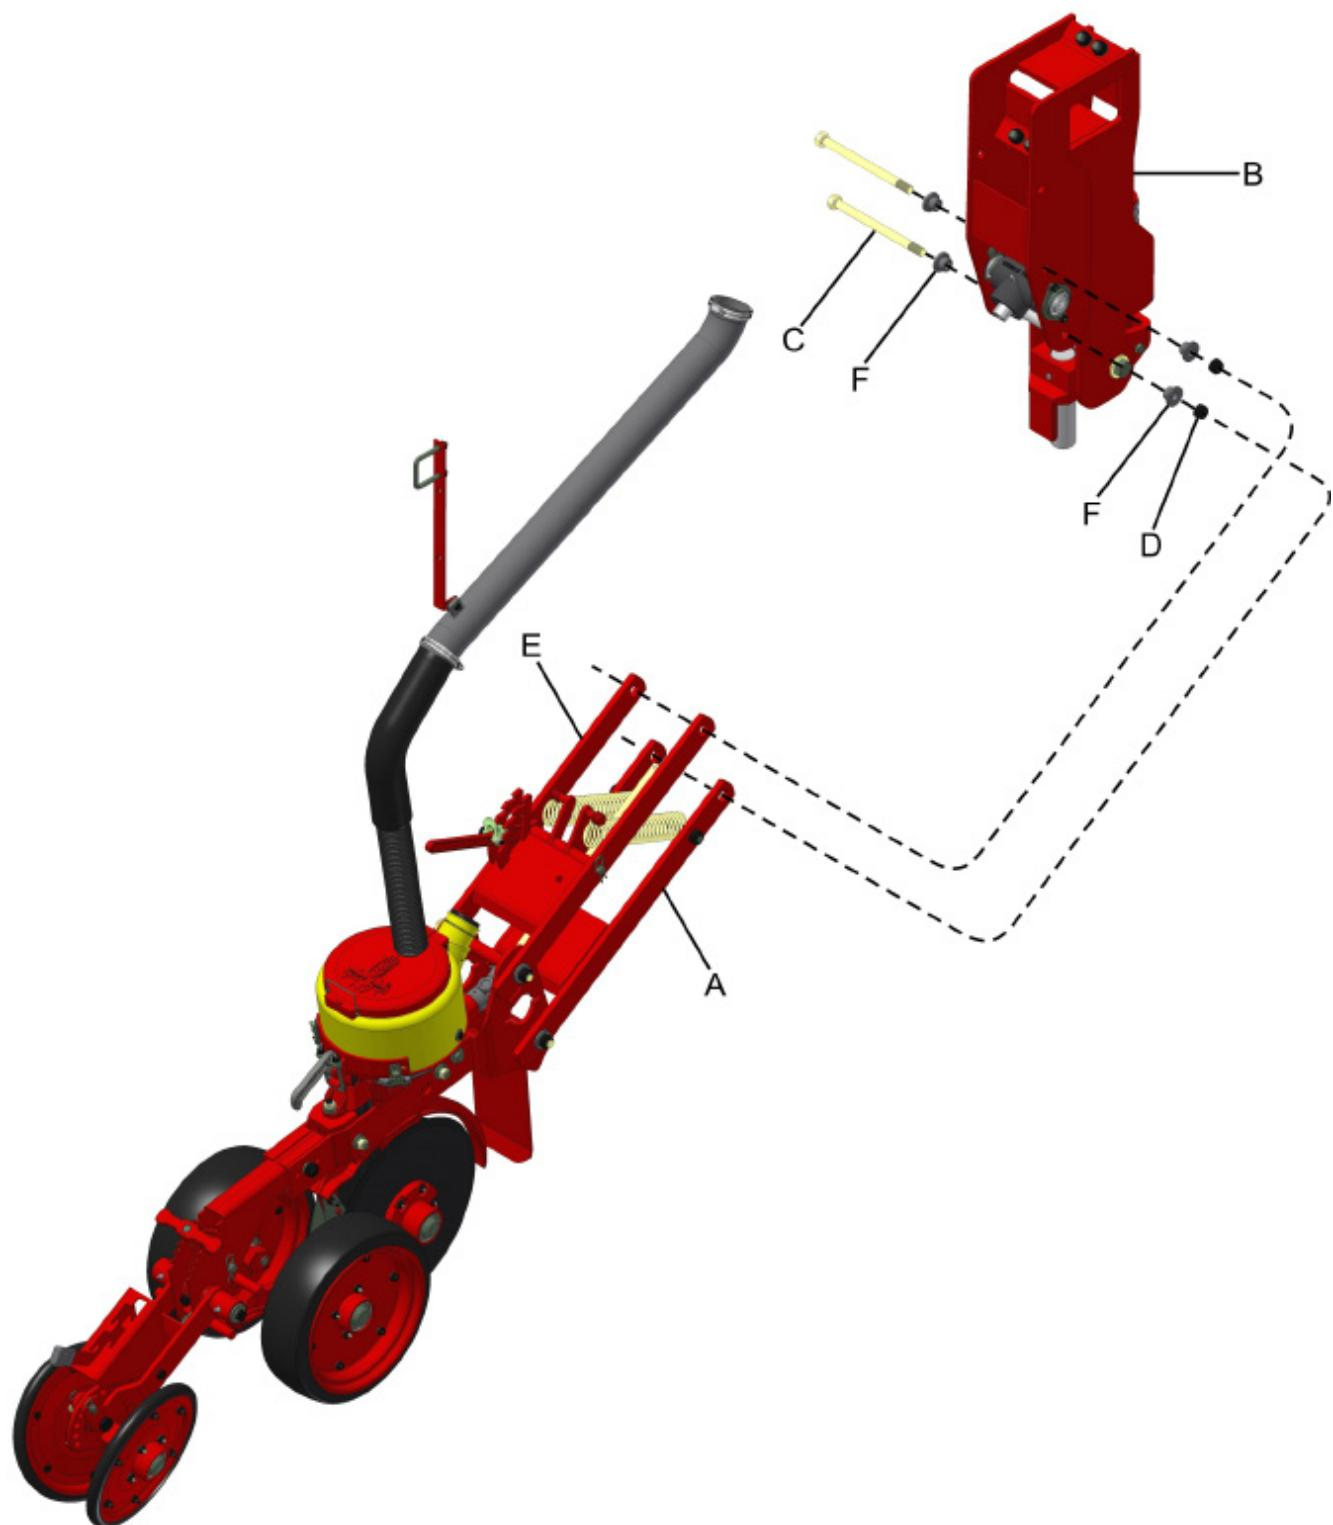

fig. 09
Engate o braço articulador (A) (fig. 09) e (E) da linha de semente no suporte (B), e para fixá-los use os parafusos (C), juntamente com as buchas (F) e porcas (D).